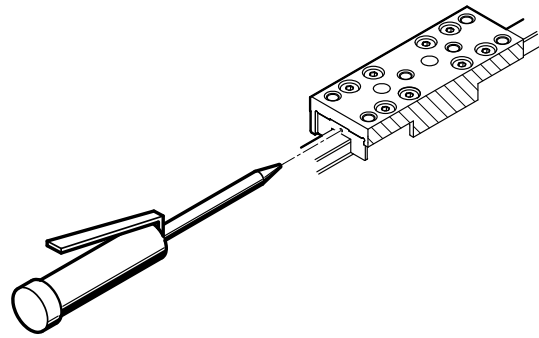

Fig. 13 Смазывание консистентной смазкой направляющей качения
3. Смажьте направляющую качения с обеих сторон через все отверстия для смазывания (смазочные отверстия) → Fig.13.